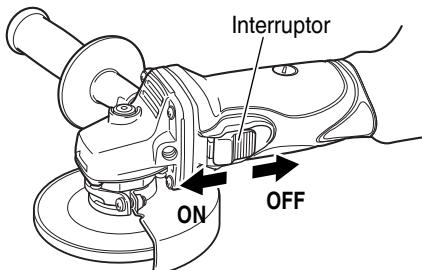

Fig. 7
- Conecte la alimentación de la amoladora. (Fig. 7) Sujetando firmemente la amoladora, utilice un dedo para deslizar el interruptor hasta la posición "ON".